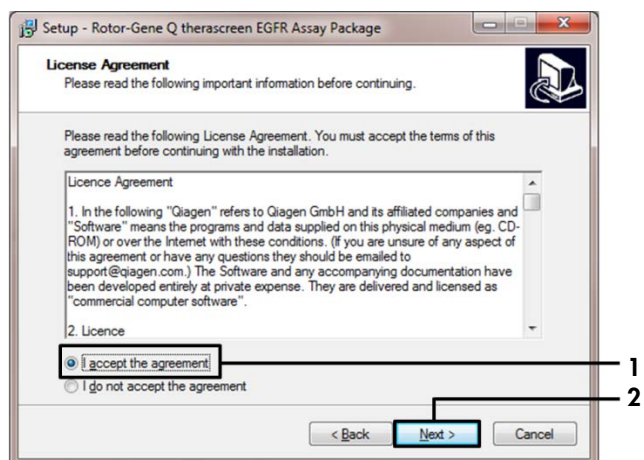

Figure 42. Boîte de dialogue « License Agreement » (accord de licence). 1 = « I accept the agreement », 2 = « Next ».
5. Lire l'accord de licence dans la boîte de dialogue et accepter l'accord en cochant la case « I accept the agreement » (j'accepte l'accord). Cliquer sur « Next » (suivant) pour continuer (Figure 42).